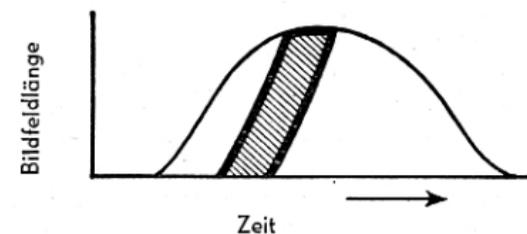

Abb. 10 Verschluss (schraffiert) im Lampenblitz (weiß)
b) Man läßt den gesamten Verschluss innerhalb der Blitzdauer ablaufen. Das wird als M-Synchronisation oder „Vollsynchronisation“ bezeichnet (siehe Abbildung 10), Kabelanschluß bei M (früher V).